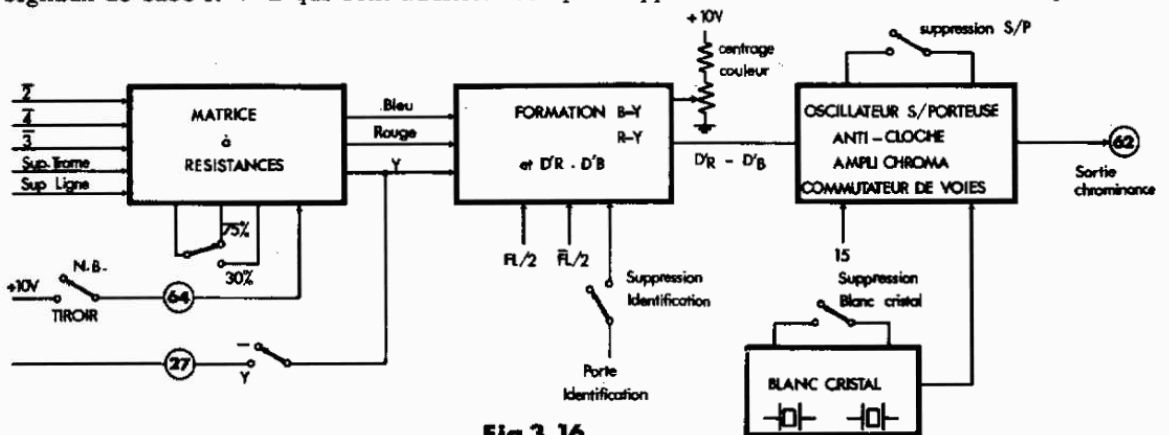

Fig 3.16
D'après le synoptique de ce tiroir, fig. 3.16., il est possible de suivre les différentes étapes d'élaboration des signaux de la mire couleur. Le tiroir couleur ne fonctionne que si la touche NB/ Tiroir est sur Tiroir. Le +10 V passe en coupure par l'une des palettes du contacteur S3e avant d'arriver au plot (65) du tiroir couleur. Le signal de luminance "Y" est élaboré par une matrice à résistances, à partir des signaux de base R-V-B qui sont additionnés après application des coefficients de compatibilité.